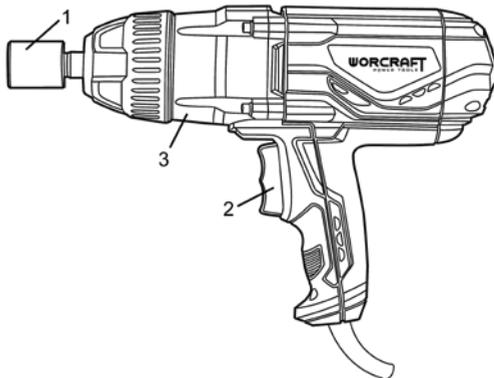
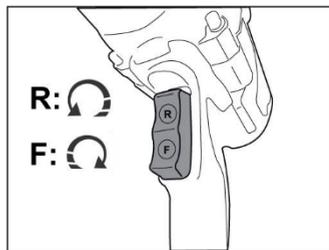

Рисунок 1
Рисунок 2
4.2 Встановіть необхідну торцеву головку (1, рисунок 1) у квадратний універсальний тримач.
4.3 Для ввімкнення гайковерта натисніть на відповідну частину трипозиційної пускової клавіші (2, рисунок 1), яка відповідає необхідному напрямку обертання шпинделя залежно від характеру виконуваної операції (дивіться рисунок 2).